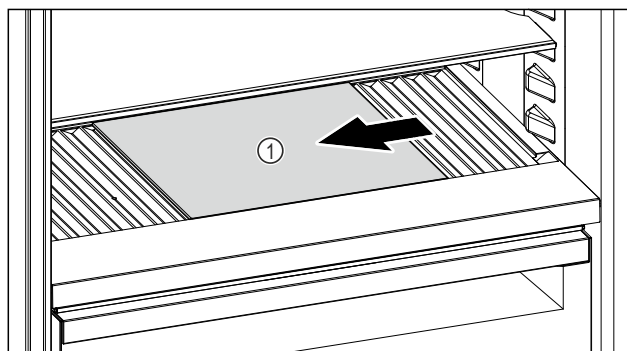

Fig. 241
- Skleněnou desku Fig. 241 (1) posuňte doleva, doprostřed nebo doprava.